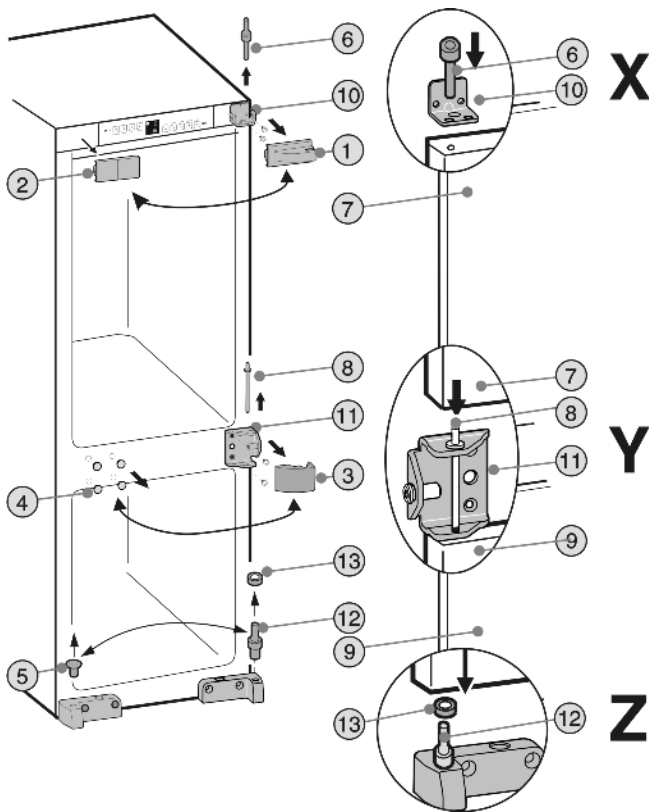

Fig. 3
► Soulever les caches Fig. 3 (1,2,3,4,5).
- Dévisser le boulon d'appui supérieur Fig. 3 (6) hors de la porte du compartiment réfrigérateur Fig. 3 (7).
- Basculer légèrement la porte du compartiment réfrigérateur Fig. 3 (7) vers l'avant et la soulever vers le haut.
- Retirer le pivot du milieu Fig. 3 (8).
- Soulever la porte du compartiment congélateur Fig. 3 (9).
- Dévisser le support d'appui supérieur Fig. 3 (10) et le support d'appui du milieu Fig. 3 (11) et les revisser sur le côté opposé en utilisant les mêmes vis et un couple de serrage de **4 Nm**.
- Déplacer le boulon d'appui inférieur Fig. 3 (12) avec la rondelle Fig. 3 (13).
- Poser la porte du compartiment congélateur sur le boulon d'appui Fig. 3 (12) et la rondelle Fig. 3 (13). **Détail Z**
- Placer le pivot du milieu Fig. 3 (8) à travers le support d'appui du milieu Fig. 3 (11) de la charnière de la porte. **Détail Y**
- Poser la porte du réfrigérateur sur le boulon d'appui central Fig. 3 (8). **Détail X**
- Introduire le pivot supérieur Fig. 3 (6) à travers le trou **extérieur** dans le support d'appui Fig. 3 (10) dans le trou de la porte du réfrigérateur Fig. 3 (7) et visser avec un couple de serrage de **4 Nm**. **Détail X**
- Remettre en place les éléments de protection Fig. 3 (1,2,3,4,5) sur le côté opposé en les tournant de 180°.